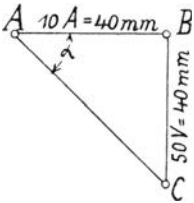

Fig. 168.
$$\begin{aligned} \operatorname{tg} \alpha = 5 \Omega &= \frac{5 \text{ V}}{1 \text{ A}} = \frac{50 \text{ V}}{10 \text{ A}}, \text{ d. i. } \frac{50 \cdot 0,8 \text{ mm}}{10 \cdot 4 \text{ mm}} = \frac{40 \text{ mm}}{40 \text{ mm}} \\ &= \frac{\overline{BC}}{\overline{AB}} \text{ (Fig. 168).} \end{aligned}$$
Wie groß ist der Widerstand w , wenn in der Fig. 168 $1 \text{ A} = 3 \text{ [2] (0,5) mm}$, $1 \text{ V} = 2 \text{ [1,5] (4) mm}$ vorstellt?